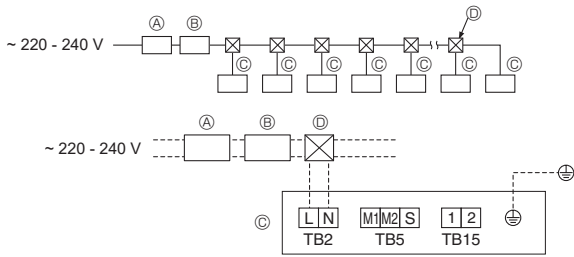

Fig. 5-8
5.3. Stromversorgungskabel (Fig. 5-8)